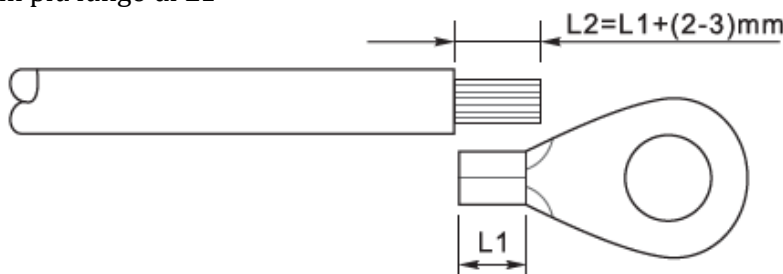

Figura 15 – Preparazione del cavo di terra
- 2) Inserire i fili esposti nel terminale OT e crimparli usando uno strumento per la crimpatura, come mostrato nella Figura 15.